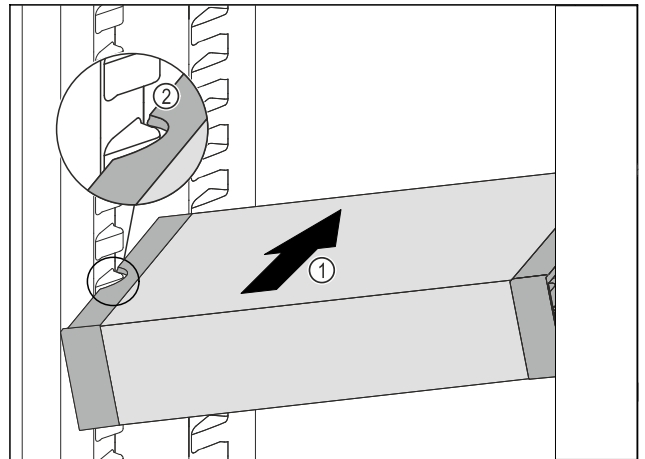

Fig. 133
- ▶ Împingeți VarioSafe oblic în frigider Fig. 133 (1), până când degajările laterale Fig. 133 (2) ale VarioSafese află la înălțimea nervurii recipientului din frigider.